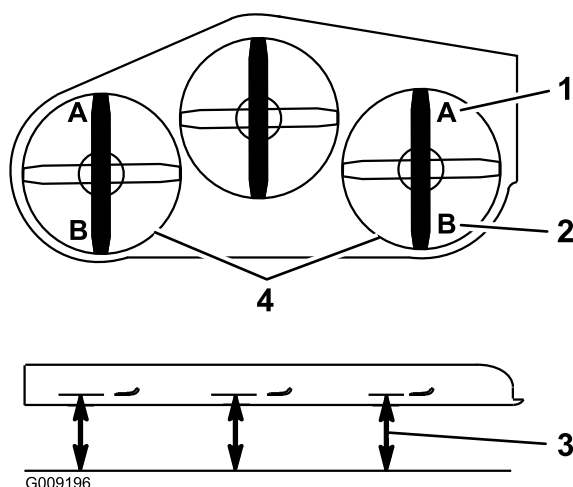

Figure 124
9. De chaque côté du tablier de coupe, mesurez la distance entre la surface plane et la pointe avant de la lame (position A), comme montré à la Figure 124.
15. De chaque côté du tablier de coupe, mesurez la distance entre la surface plane et la pointe arrière de la lame (position B), comme montré à la Figure 124.